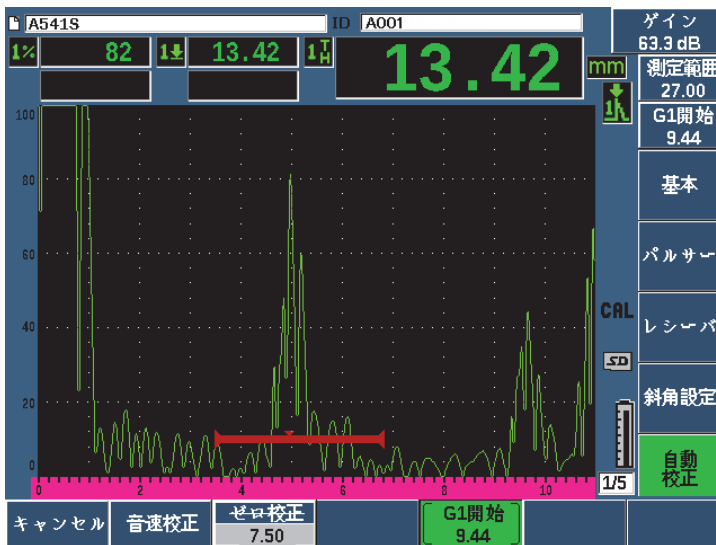

図 9-8 音速校正におけるゲート信号の例
- ゲート内の指示に対応するすでに分っている厚さ値を入力します（この例では、0.100 インチ）。それから、**続行**（P3 キー）を選択し、2 番目の校正ステップに進みます（168 ページの図 9-8 参照）。校正のこの段階で使用される厚さ値は、**ゼロ校正**パラメータボックスの基準として保存されます。